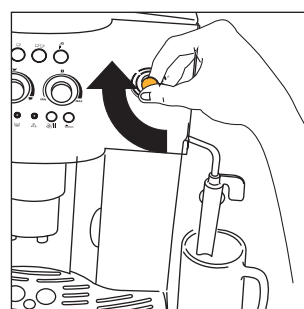

Fig.6
4. Na enkele seconden komt water uit het cappuccinomondstuk. Wanneer ongeveer 30cc water in het kopje is gelopen, draai de stoomknop een halve toer in wijzerzin (fig. 6), om de waterafgifte te onderbreken.
- Om de afgifte van warm water te onderbreken, draai de knop volledig in wijzerzin (fig. 6) en breng het cappuccinomondstuk in zijn oorspronkelijke stand naar het midden van het apparaat toe. (Het is raadzaam niet langer dan 2 minuten warm water af te geven).
- Verplaats het cappuccinomondstuk naar buiten toe (fig. 6).
- Onderbreek de afgifte door de knop helemaal in wijzerzin te draaien (fig. 6).
- Wanneer de gewenste temperatuur wordt bekomen, wordt de stoomafgifte onderbroken door de stoomknop volledig in wijzerzin te draaien (fig. 6).